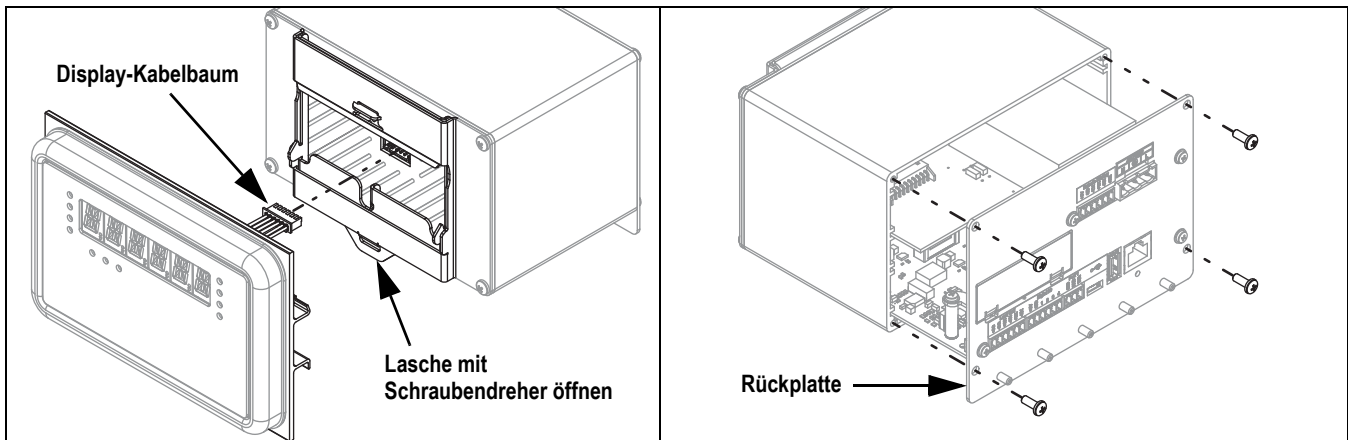

Abbildung 2. Entfernen von Front- und Rückplatte
2. Die Controller-Baugruppe aus der DIN-Schiene aushaken. Dazu einen Flachsraubendreher in die untere Öffnung einführen und die Montageplatte nach unten schieben (Abbildung 2). Aufgrund des Winkels des Hakenteils an der DIN-Halterung kann die Gewichtsanzeige beim Lösen der Verbindung ein wenig festsitzen.